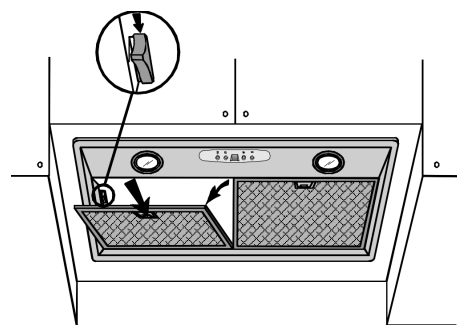

fig. 1
2. A l'aide des poignées, ouvrez les filtres à graisse métalliques en poussant vers l'arrière puis vers le bas (fig.1).
3. Poussez les deux fixations ( C ) vers le bas et enlevez les filtres à graisse métalliques (fig. 1).
2. A l'aide des poignées, ouvrez les filtres à graisse métalliques en poussant vers l'arrière puis vers le bas (fig. 1).
A l'aide des poignées, ouvrez les filtres à graisse métalliques en poussant vers l'arrière puis vers le bas (fig.1).
Poussez les deux fixations ( C ) vers le bas et enlevez les filtres à graisse métalliques (fig. 1).